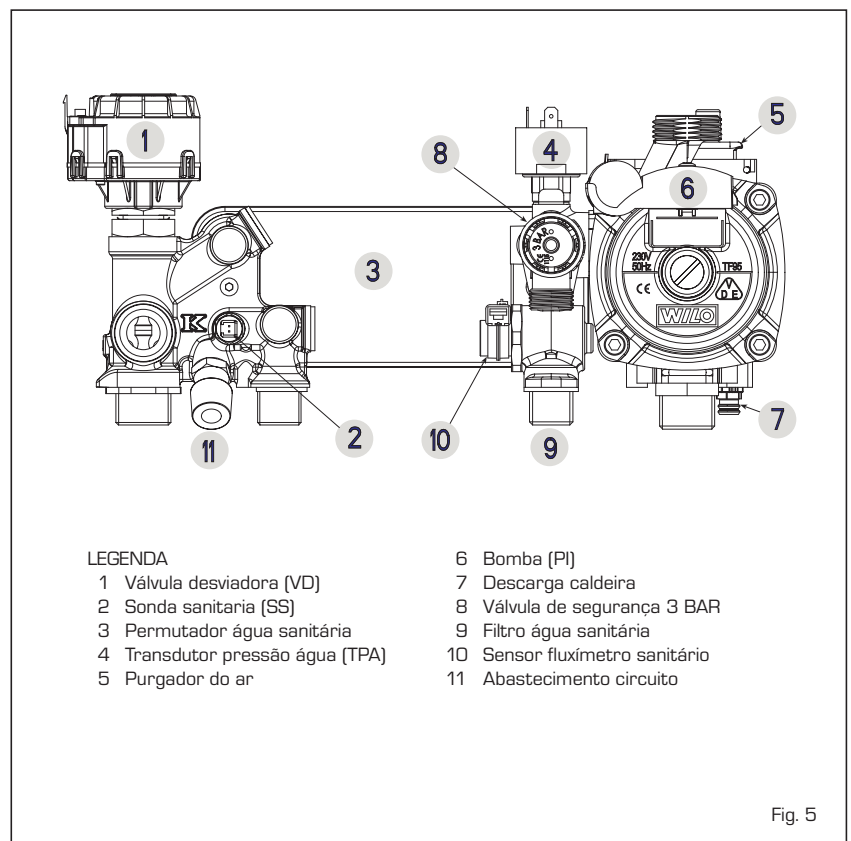

Fig. 5
2.4 FASE INICIAL DE ENCHIMENTO DO APARELHO (fig. 5)
Para esvaziar a instalação desligar a caldeira e agir na válvula de purga (7 fig. 5).